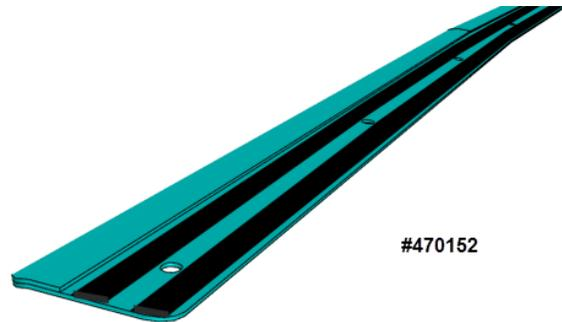

FIGURE 48
- Appliquer deux bandes de ruban le long du larmier no 470252, d'un bout à l'autre. Les bandes devraient être placées de chaque côté de la rangée de perçage (FIGURE 48).